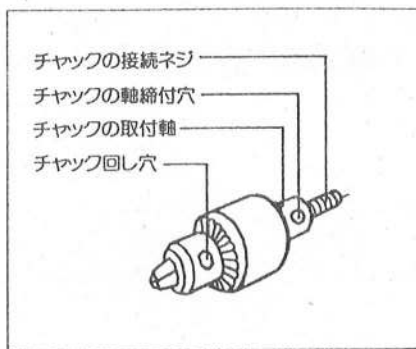

図8
- 本機に付属品としてチャック(10mm)がついています。(図8参照)